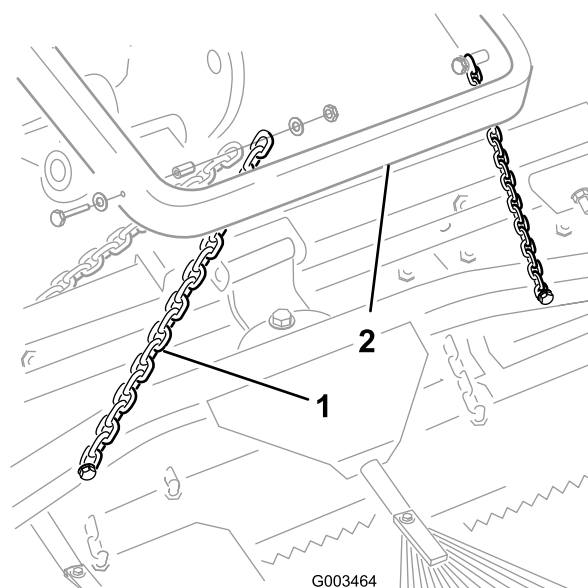

Figura 8
- A. Desconecte la cadena de transporte del brazo de elevación, según se muestra en Figura 8.